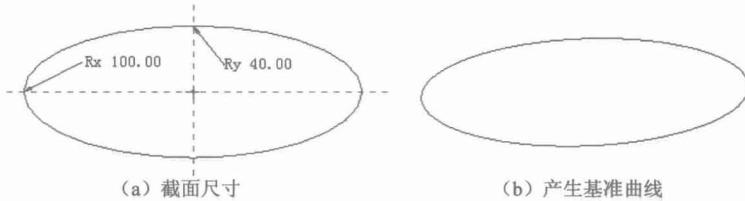

图1-31
- 选择 TOP 基准面绘制如图 1-31 (b) 所示基准曲线，截面尺寸如图 1-31 (a) 所示。